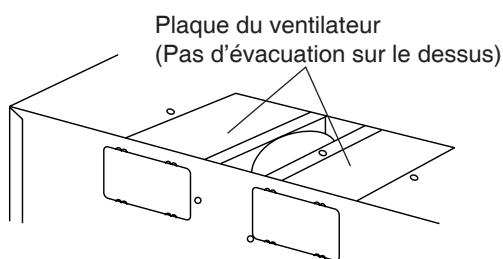

Fig. 1-2-3
- (4) Remettre le ventilateur dans l'appareil. Prendre garde de ne pas coincer les fils entre le ventilateur et le dessus du four. S'assurer que les pales du ventilateur sont visibles par les ouvertures avant d'évacuation (Fig. 1-2-3).